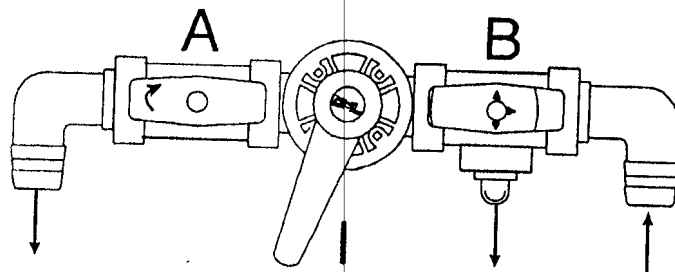

Fig. 7
- 1) Опорожнение установки: установите рукоятку реверсивного крана на двухходовой кран (А), откройте двухходовой кран, установите трехходовой кран (В) так, как показано на рис.7.